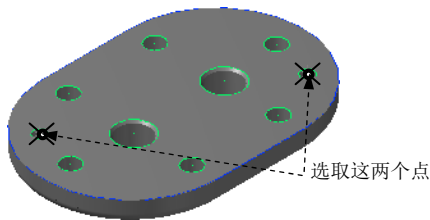

图 16.23 选取钻孔的点
Step1. 选择下拉菜单 **刀具路径(T)** → **钻孔(D)...** 命令，系统弹出“选取钻孔的点”对话框，选取图 16.23 所示的两个圆的中心点为钻孔点。